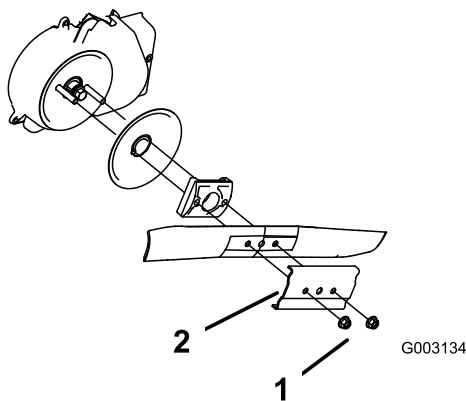

Figure 35
3. Retirez les 2 écrous de la lame et le renfort (Figure 35).
4. Déposez la lame (Figure 35).
5. Posez la nouvelle lame (Figure 35).